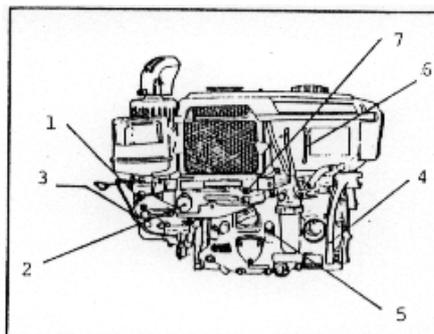

Fig. 2
### **LLAVE DEL INYECTOR DE ARRANQUE (1) FIG. 2**
### **MANDO DEL INYECTOR DE ARRANQUE (2) FIG. 2**
### **PALANCA DE DESCOMPRESION (3) FIG. 2**
### **MANIVELA DE ARRANQUE (4) FIG. 2**
### **VARILLA DE NIVEL DE ACEITE (5) FIG. 2**
### **INDICADOR DE GAS-OIL (6) FIG. 2**
### **INDICADOR DE PRESION DE ACEITE (7) FIG. 2**